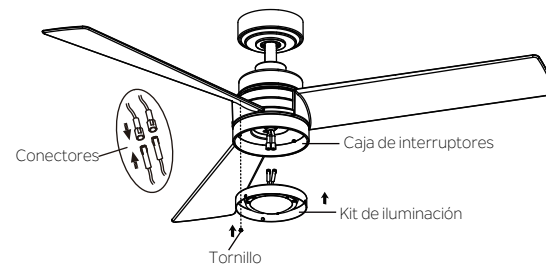

Fig. 20
Paso 2. Sujete el kit de iluminación cerca de la caja de interruptores y conecte los cables BLANCOS del kit de iluminación y el ventilador haciendo presión entre los conectores. Siga el mismo procedimiento con los cables NEGROS. (Fig. 20)
Paso 3. Inserte las conexiones en forma ordenada dentro del kit de iluminación. Coloque los dos orificios ovalados en el kit de iluminación sobre los 2 tornillos aflojados anteriormente de la caja de interruptores. Haga girar el kit de iluminación hasta que se trabe en su lugar en el extremo angosto de los orificios principales. Asegure ajustando los 2 tornillos aflojados previamente y el retirado anteriormente. (Fig. 20)